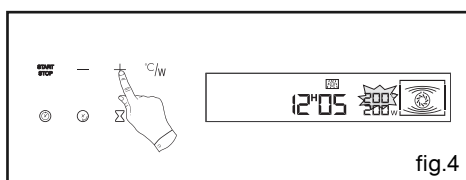

fig.4
- Ajustez par les touches + ou - la consigne de température que vous désirez enregistrer (fig.4).